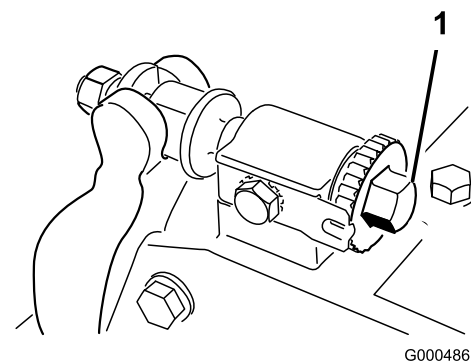

Figura 11
1. Coloque a unidade de corte numa superfície de trabalho plana e nivelada. Rode os parafusos de ajuste da barra de apoio no sentido contrário ao dos ponteiros do relógio para assegurar que a barra de apoio não entra em contacto com o cilindro (Figura 11).